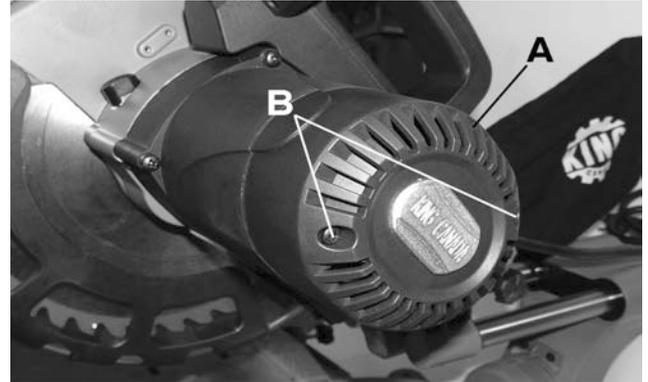

Figure 22
Retirez et vérifiez l'état des balais de carbone périodiquement (normalement à tout les 50 heures d'opération). Ils se trouvent à l'intérieur du boîtier du moteur. Utilisez un tournevis pour dévisser les 2 vis à tête bombée (B) Fig.22 qui retiennent le couvercle du boîtier du moteur (A).